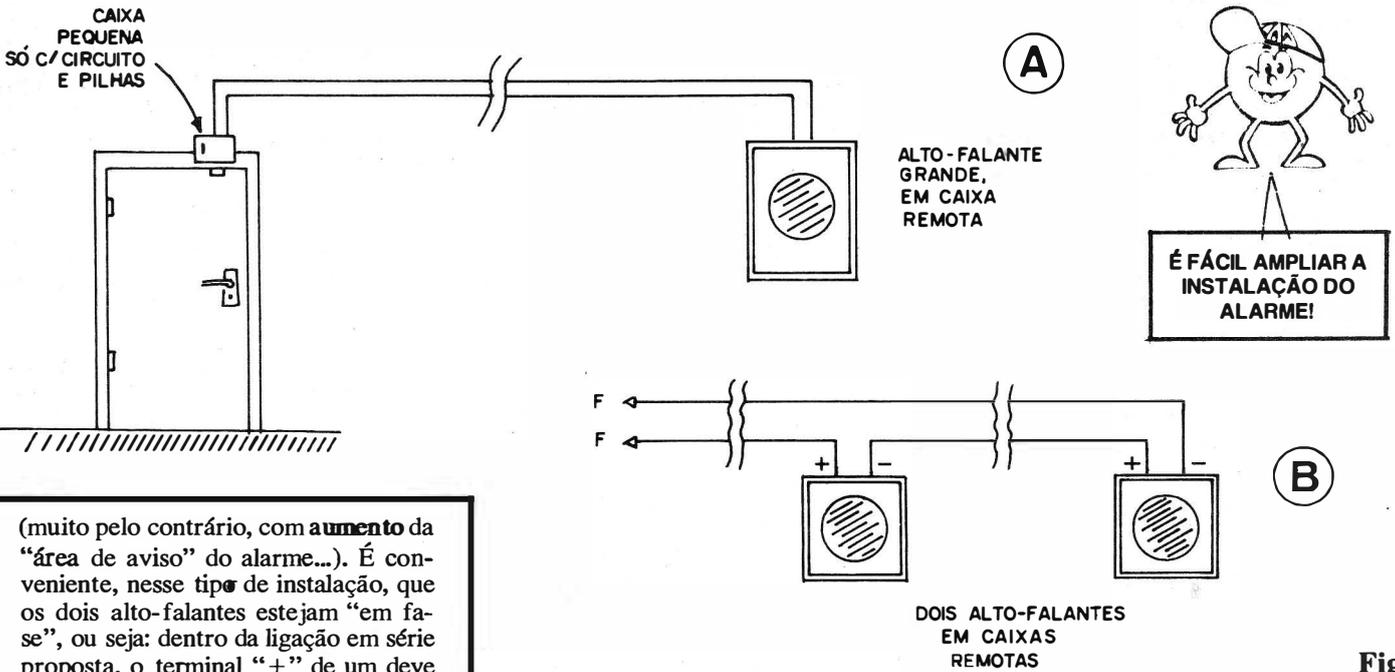

Fig.9
- **FIG. 9 - EXPANDINDO O SISTEMA DO ALARME** - Até agora, demos as configurações **básicas**, tanto para o “encaixamento” quanto para a própria instalação do conjunto. O